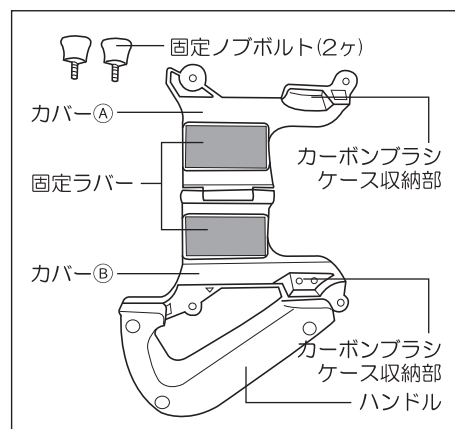

図1
- ①ディスクハンドの固定ノブボルト(2ヶ)を外して全開にしてください。(図1参照)